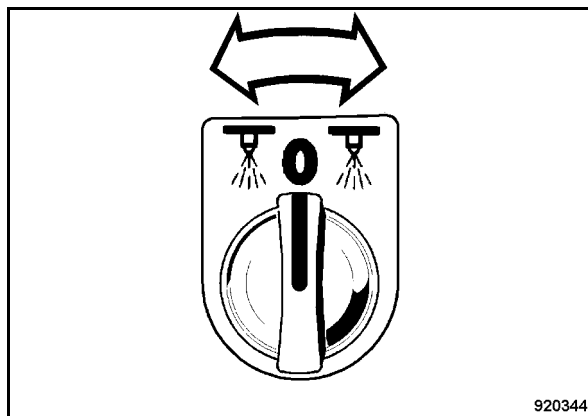

Fig. 95
- Porre l'interruttore rotante per pompe d'irrorazione (Fig. 95) in posizione "Sinistra" (pompa d'irrorazione I) oppure in posizione "Destra" (pompa d'irrorazione II).